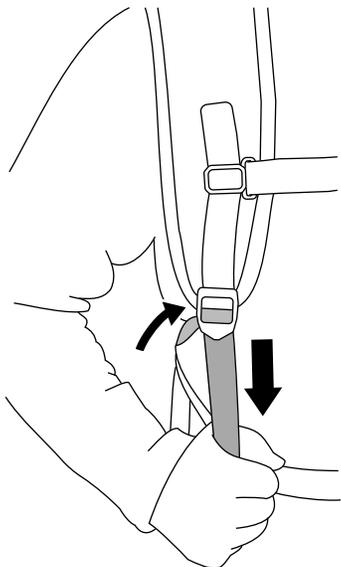

Figure 6
3. Tirez sur le dispositif de réglage de bretelle jusqu'à ce que les bretelles soient bien ajustées (Figure 6).